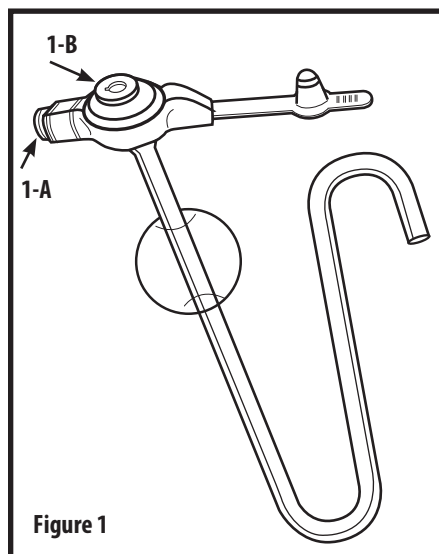

Figure 1
2. Używając załączonej do zestawu 6 ml strzykawki typu Luer, napełnić balonik przez port balonika używając 5 ml sterylnej lub destylowanej wody (**Rys. 1-A**).
4. Używając strzykawki typu Luer o poj. 6 ml, przepłukać wodą port do jelita czczego (**Rys. 1-B**), aby sprawdzić jego drożność.